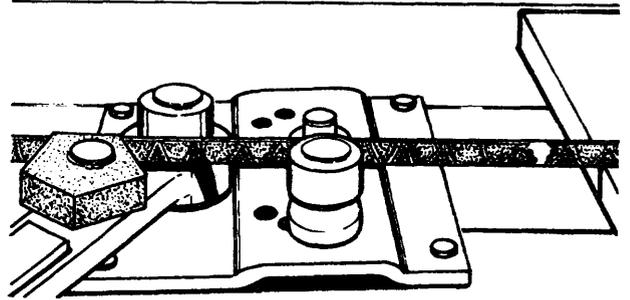

Fig. 6
- 4º paso *Coloque la pieza en la ranura* corriendo la marca de tiza que hizo en la cabilla, hasta el centro del perno sujetador (fig. 6).
- 5º paso *Hale la palanca suavemente*, y ajuste el dado graduable, hasta apri\_ sionar la cabilla (fig. 6).